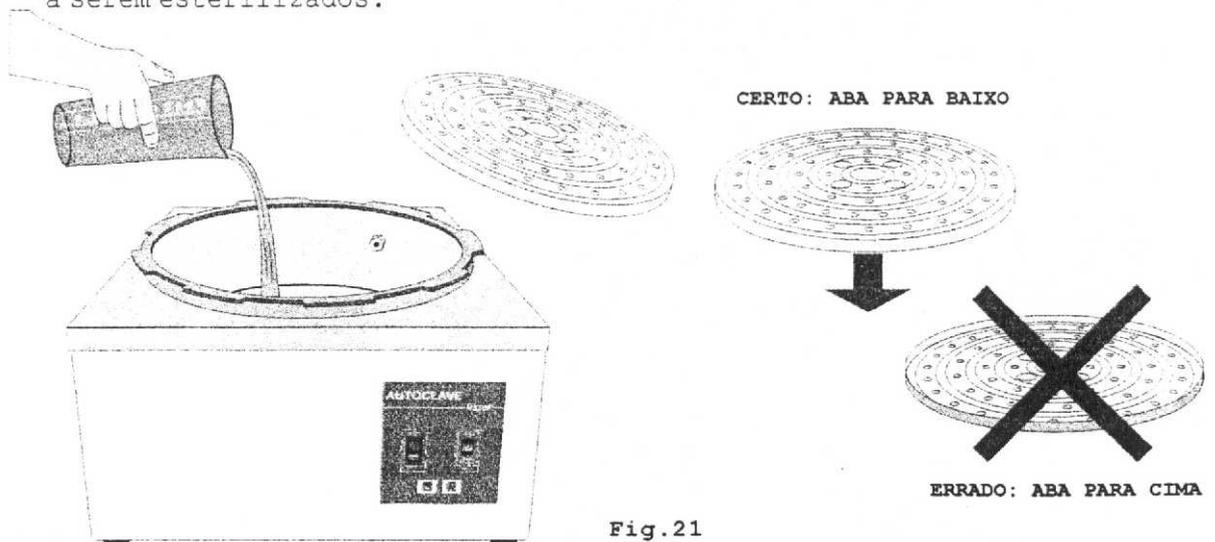

Fig.21
- b ► Retire a Grelha e coloque a quantidade de água destilada recomendada, Fig.21. Consulte "Ajustando a Quantidade de Água Destilada", pág.16. Recoloque a Grelha. A água não deverá ter contato direto com os materiais a serem esterilizados.